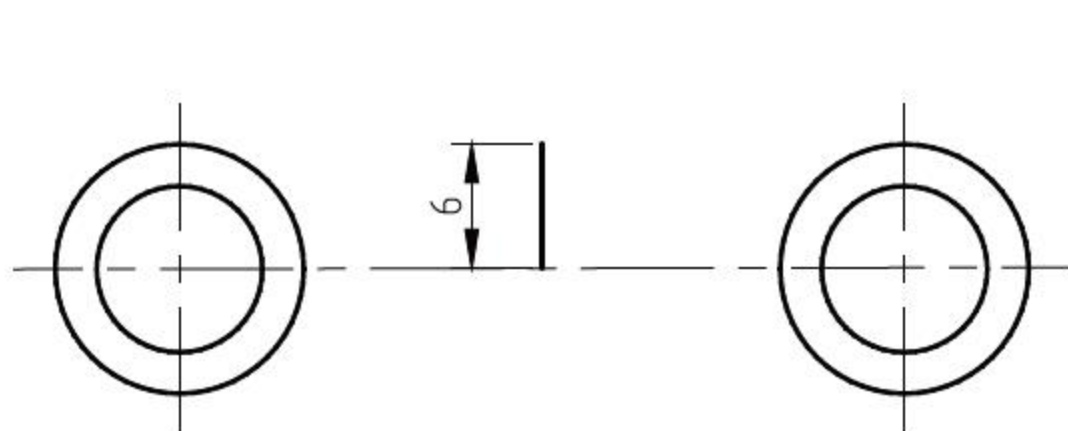

图3-85 绘制直线
**03** 单击【绘图】面板中的【直线】按钮，以水平中心线的中点为起点，向上绘制长度为6的线段，如图3-85所示。命令行操作如下。